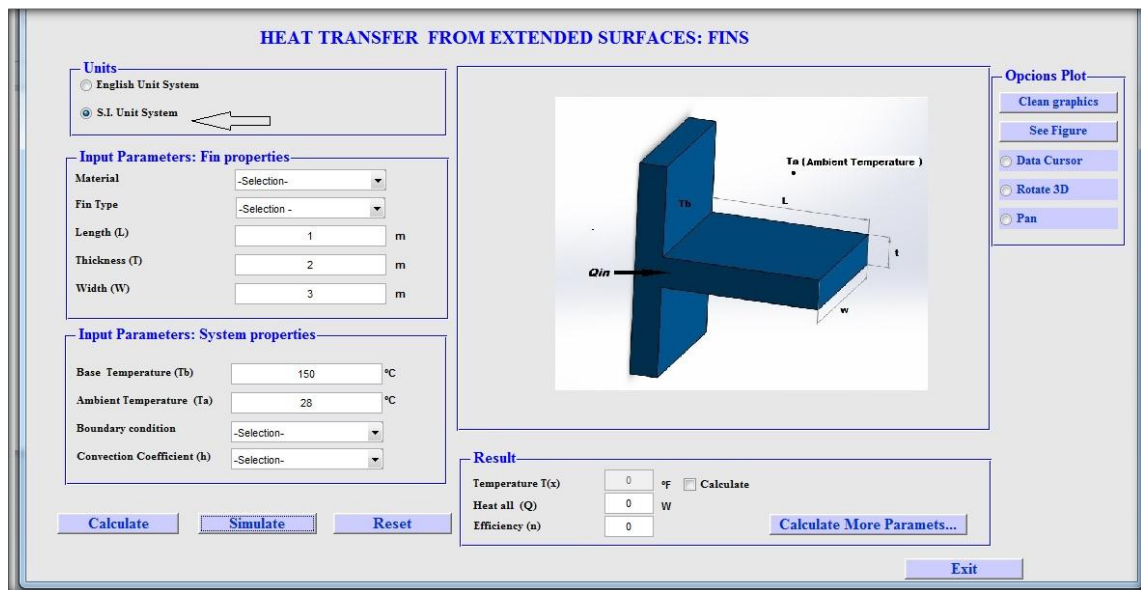
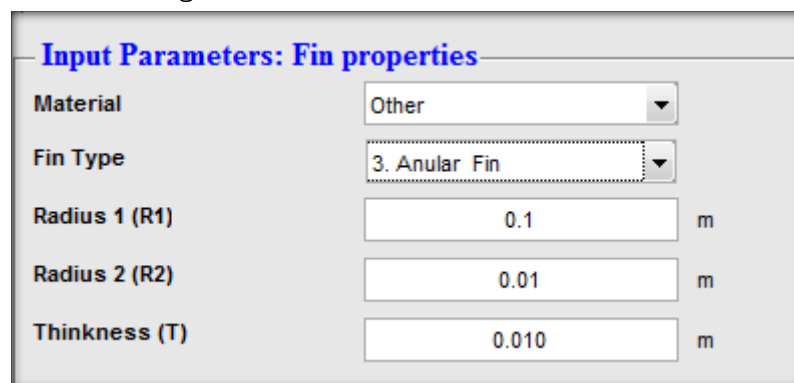

Figura 2. Ambiente de trabajo de *ProfileFins*
Figura 5. Propiedades características para Aleta anular “*Anular Fin*”
ejercicio son unidades SI. Sin embargo, también es posible realizarlo para el sistema inglés (*Englis Unit System*). Como lo muestra la Figura 2
Luego de haber introducido el valor de la conductividad térmica, se procede entonces a seleccionar el Tipo de Aleta en la opción (“*Fin Type*”) y los valores de Longitud (“*Length*”), Espesor (“*Thickness*”), Ancho (“*Width*”). Dentro de la opción Tipo de Aleta (“*Fin Type*”), se desplegará 8 distribuciones de aletas que dispone el software, entre las cuales se tiene: Aleta Rectangular Recta (“*Straight Rectangular Fins*”), Aleta Triangular Recta (“*Straight Triangular Fins*”), Aleta Anular o Circular (“*Anular Fin*”), Aleta Cilíndrica (“*Cilindrical Pin Fin*”), Aleta de Espiga de Perfil Triangular (“*Pin Fins of Triangular Profile*”), Aleta de Espiga Perfil Parabólico (“*Pin Fins of Parabolic Profile*”), Aleta de Espiga Perfil Parabólico (Punta truncada) (“*Pin Fins of Parabolic Profile (blunt tip)*”), Aleta Parabólica Recta (“*Straight Parabolic Fins*”). Según el tipo de aleta seleccionada, los valores de entrada correspondientes a las características de la aleta cambian así como también las imágenes correspondientes a cada Aleta con sus respectivos acotes. Por ejemplo, cuando se selecciona una Aleta de tipo Triangular Recta (“*Straight Triangular Fins*”), los valores que aparecerán son los que se muestra la Figura 2, para el caso de “*Length*”, “*Thinness*”, “*Width*”. Ahora, si se selecciona otro tipo de Aleta como *Anular Fin*, el software automáticamente cambiará dichas propiedades y le asignará los nombres de *Radius (1)*, *Radius (2)*, *Thickness* que son los valores que necesitan como entrada para el cálculo de las variables de salida del sistema como lo muestra la Figura 5.